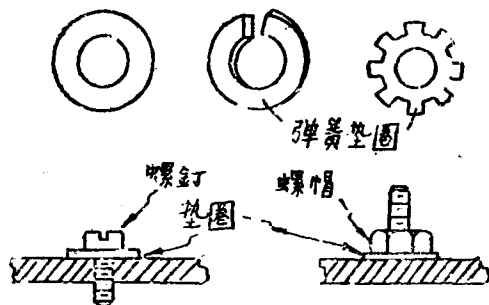

图4 墊圈
2. 墊圈——在螺釘或螺帽底下墊上墊圈（图4），能經常給螺釘（螺帽）一个张力，使螺紋始終处于緊固状态，防止松动。在裝卸儀器时，切勿將墊圈随意丟棄，以免影響儀器的緊固。